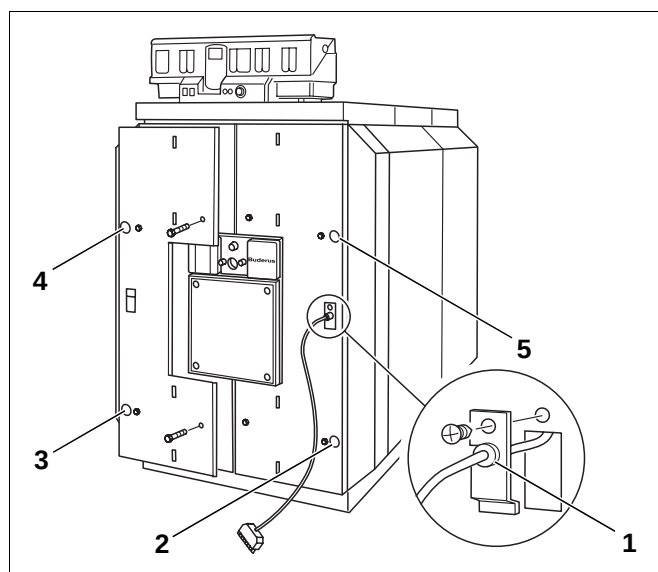

Fig. 56 Montage – brennerdørkledning
- Legg brennerkabelen med strekkavlastning inn i kabelgjennomføringen (fig. 56, **pos. 1**).
- Sett brennerdørkledningen på brennerdøren forfra og skru kledningen fast til døren ved hjelp av fire maskinskruer (fig. 56, **pos. 2 – 5**).